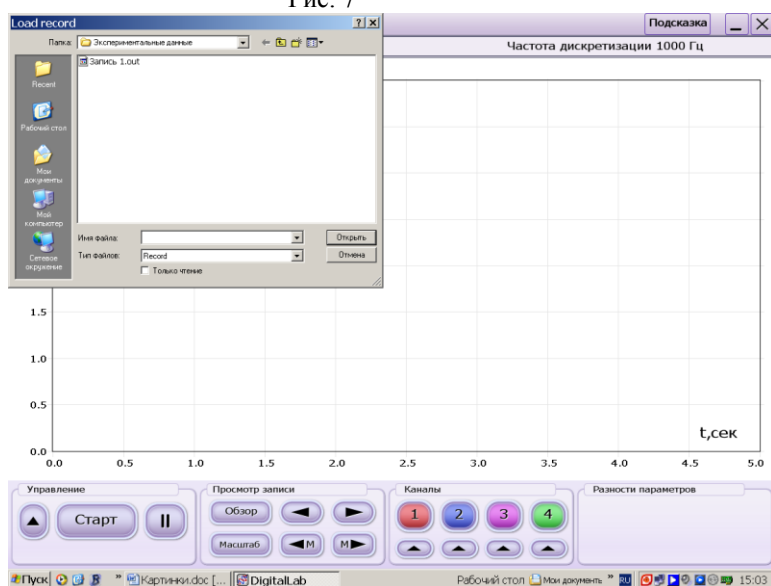

Рис. 8
- 5.12. Для доступа к архиву сохраненных результатов измерения нажмите кнопку «Открыть файл» (см. рис.8).